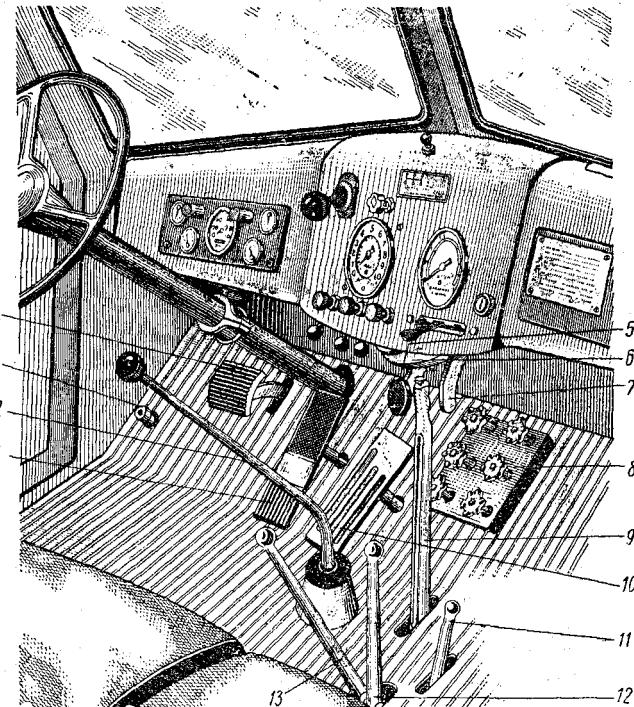

Рис. 6. Расположение рычагов и педалей управления:
**Рычаги управления** расположены в кабине в соответствии с общепринятым стандартом; рычаг 2 переключения коробки передач (см. рис. 6), рычаг 9 ручного тормоза, рычаг 13 переключения передач раздаточной коробки, рычаг 12 включения переднего моста и рычаг 11 вклю-